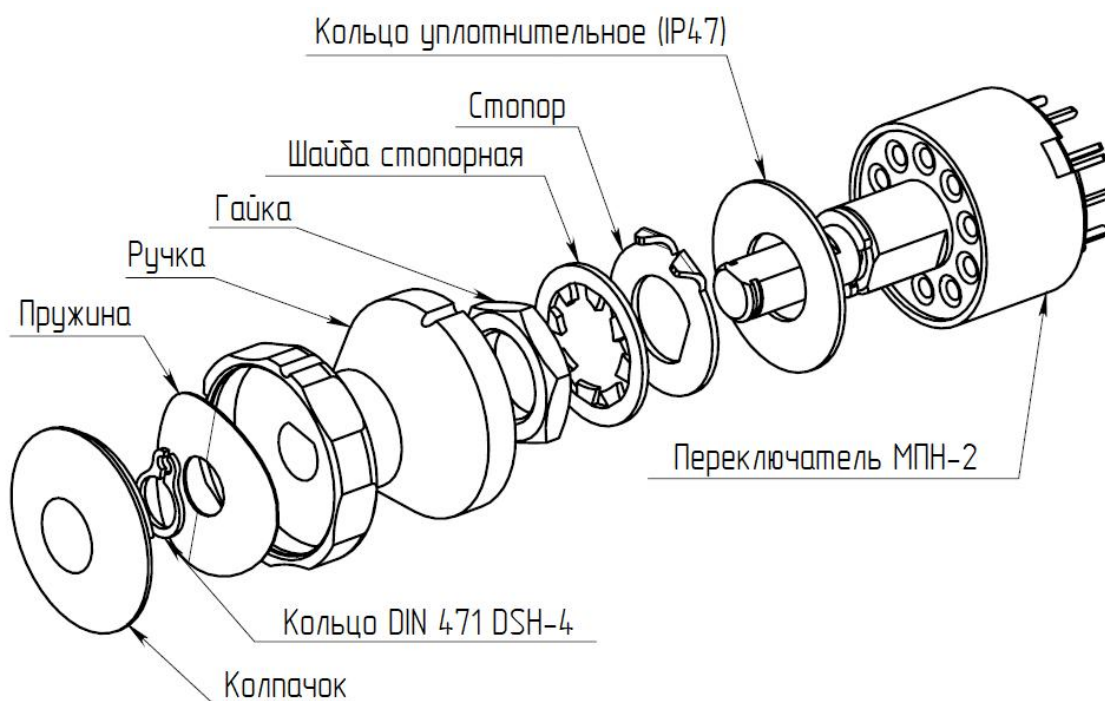

Рис. 3
2. При потребности изолировать одну или несколько позиций рекомендуется исполнение IP47-1, имеющее дополнительную опцию – «защищенная позиция». Переключатель дополняется ручкой с элементами её монтажа: стопором, пружиной, кольцом DIN 471, колпачком (рис. 3). Монтаж заключается в следующем: